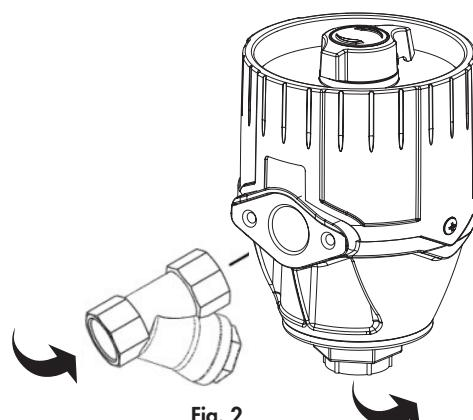

Fig. 2
- Without control valve, mounted in a fixed installation (fig. 2).
- Sin pistola, montado fijo en una instalación (fig. 2).
- Без регулировочного клапана механический клапан устанавливается в стационарном положении (рис. 2).
It is recommended to install a removable strainer on the inlet port "mesh-35", to keep out dirt particles in the measuring chamber and could damage (fig. 2).
Se recomienda instalar un filtro de malla en la entrada "mesh-35", para impedir que entren partículas de suciedad en la cámara de medición y se pueda dañar (fig. 2 ).
Рекомендуется установить съемный сетчатый фильтр на впусканом отверстии «сетка-35», чтобы не допустить попадания частиц грязи в измерительную камеру, что может привести к повреждению устройства (рис. 2 ).